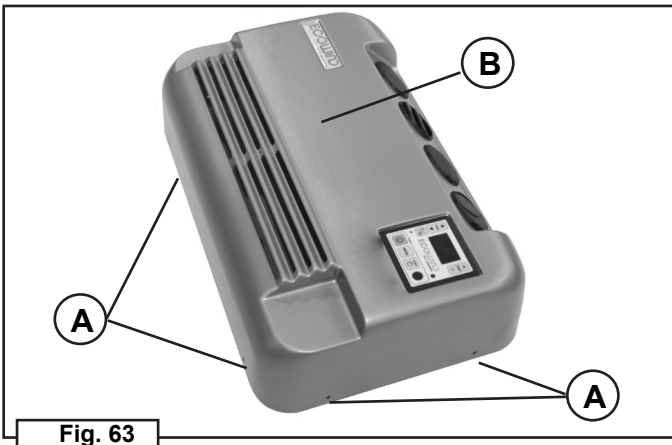

Fig. 63
3	Svitare e togliere le 8 viti autofilettanti (A) di bloccaggio coperchio, poste sui quattro lati dello stesso (fig. 63).